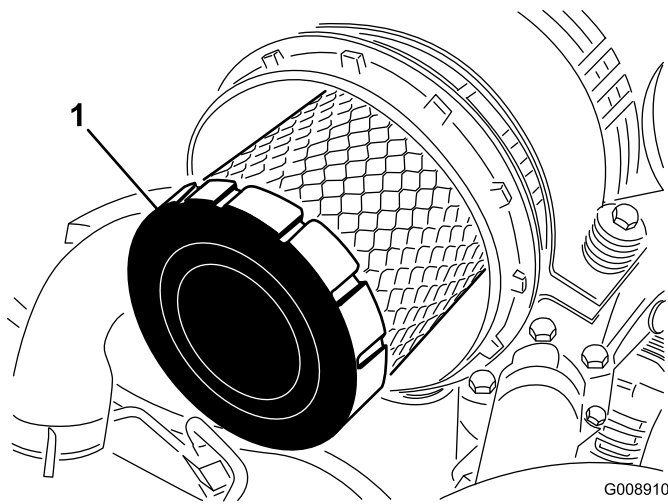

Figure 60
4. Déposez et remplacez l'élément principal (Figure 60).